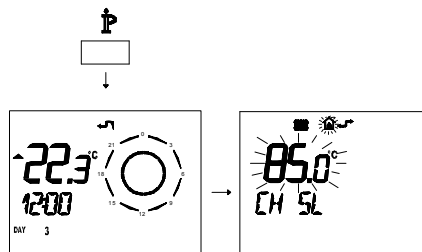

Figura 5.37
- Premere per più di 3 secondi il pulsante **P** para per entrare in modalità **INFO** (Figura 5.37).